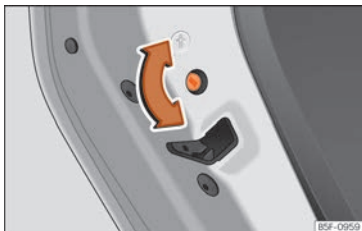

Fig. 82 Tranca para crianças da porta da esquerda.
- Com a porta aberta, rode a ranhura com a chave do veículo no sentido horário para as portas esquerdas »» Fig. 82 e no sentido anti-horário para as portas direitas.
- Com a porta aberta, rode a ranhura com a chave do veículo no sentido anti-horário para as portas esquerdas »» Fig. 82 e no sentido horário para as portas direitas.